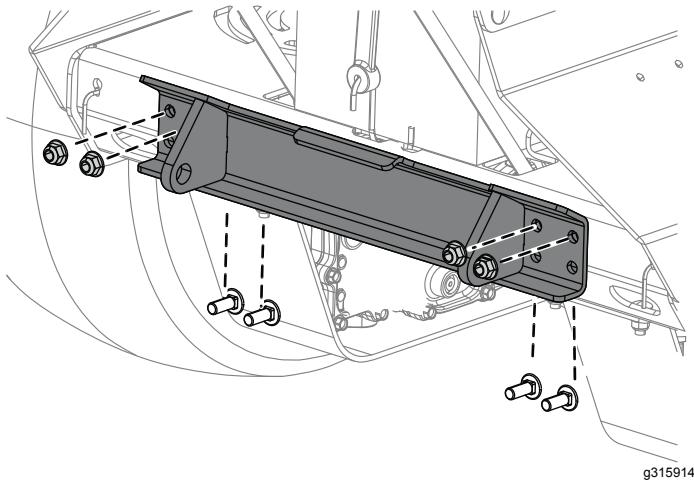

Рисунок 2
1. Установите опорную пластину на нижнюю заднюю раму машины с помощью 4 болтов и 4 гаек (Рисунок 2).